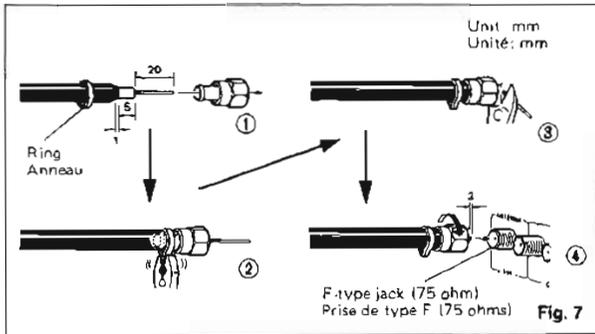

Fig. 7
- Connection of the F-type connector and the F-type input jack of the 75-ohm coaxial cable (Fig. 7)
- Raccordement du connecteur de type F et de la prise entrée de type F du câble coaxial (Fig. 7)